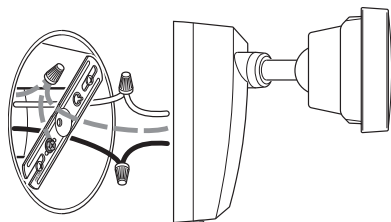

Figure 2
3. Branchez tous les fils de mise à la terre au fil de raccord fixé à la vis verte de mise à la terre (voir la Figure 2).
4. Torsader les fils de la boîte de jonction avec ceux de la commande d'éclairage. Les fixer ensemble à l'aide de serre-fils (voir la Figure 2).